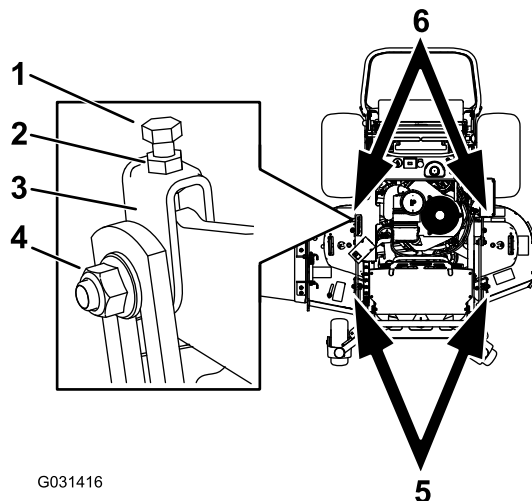

図 84
1. 調整したいデッキのヨークのジャムナットとサイドナットをゆるめる 図 84。
2. ヨーク上部にあるボルトを回して刈り込みデッキの高さを調整する 図 84。
- 測定値が適正でない場合には、調整すべきヨーク2つを探し出す 図 84。